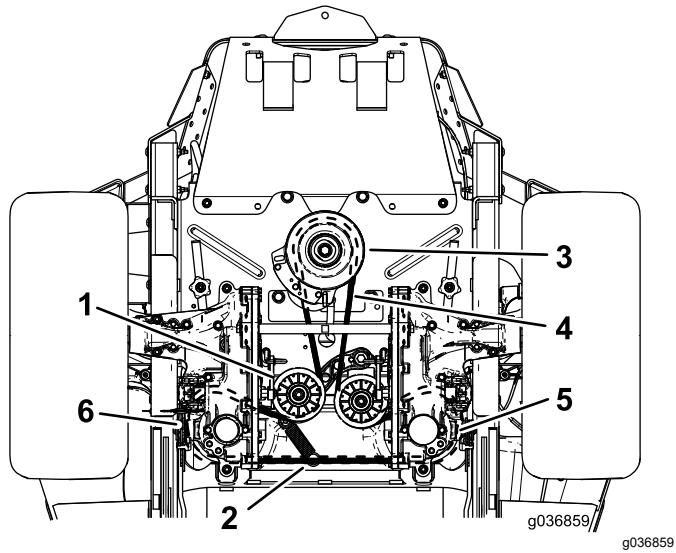

Figura 57
4. Levante la máquina y apóyela sobre gatos fijos (Figura 57).
6. Retire el muelle tensor del espárrago (Figura 57).
8. Instale la correa nueva alrededor de la polea del motor y de las 2 poleas de la bomba hidráulica (Figura 57).